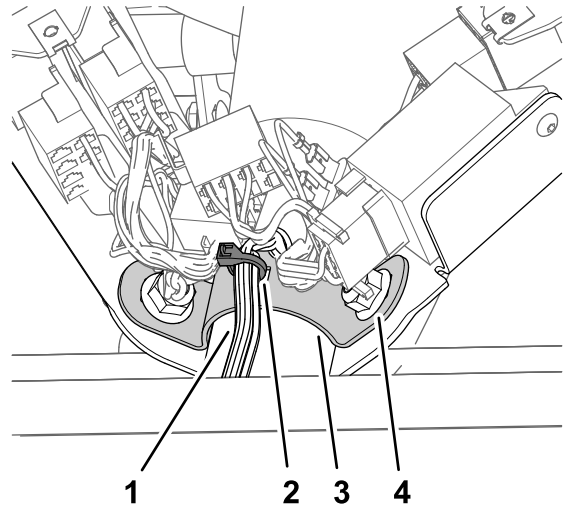

Figura 15
5. Sujete el arnés de cables del kit a la abrazadera de montaje con la brida (Figura 15) que ensambló en el paso 1.